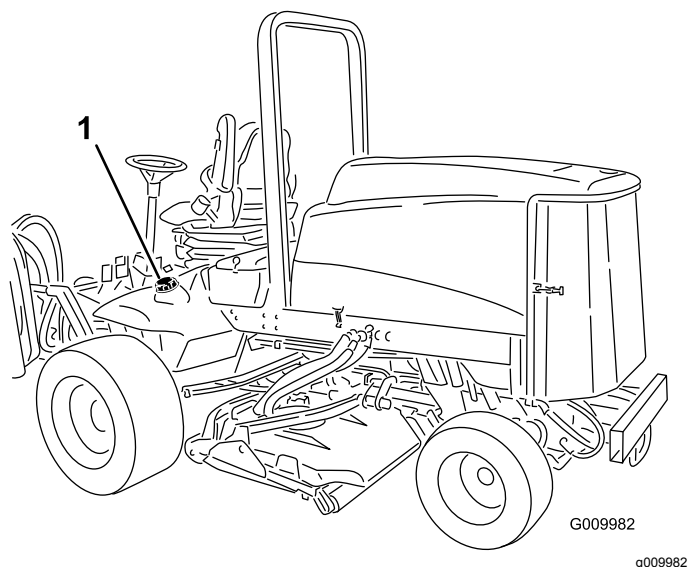

Figura 21
1. Togliete il tappo del serbatoio del carburante (Figura 21).